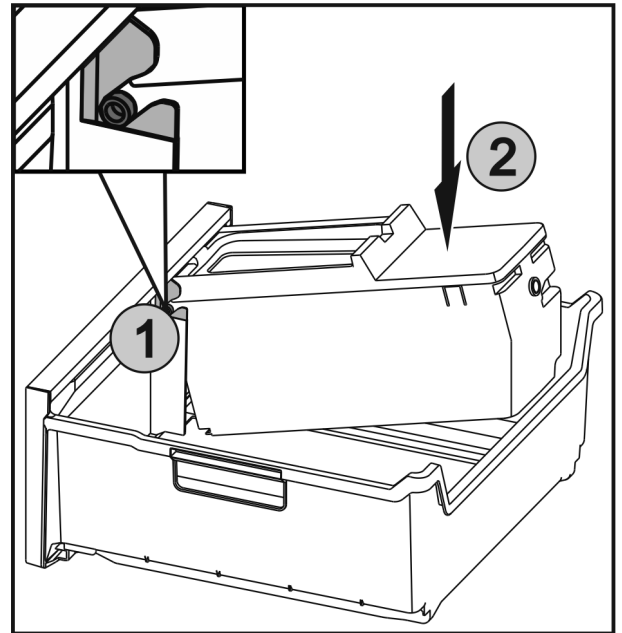

Fig. 42
- ▶ De assen Fig. 42 (1) van EasyTwist-Ice in de geleidingen schuiven en de achterste zijde Fig. 42 (2) erin drukken tot de lip vergrendelt.